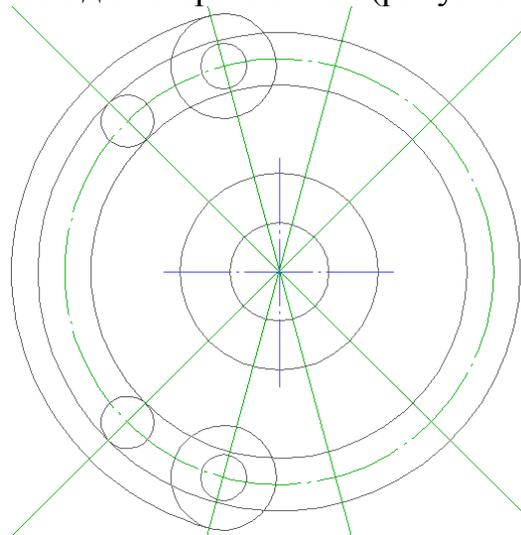

Рисунок 9. Вспомогательные окружности и прямые
8. В точках пересечения окружности диаметром 130 мм и новых вспомогательных линий строим две окружности диаметром 16 мм (рисунок 9)